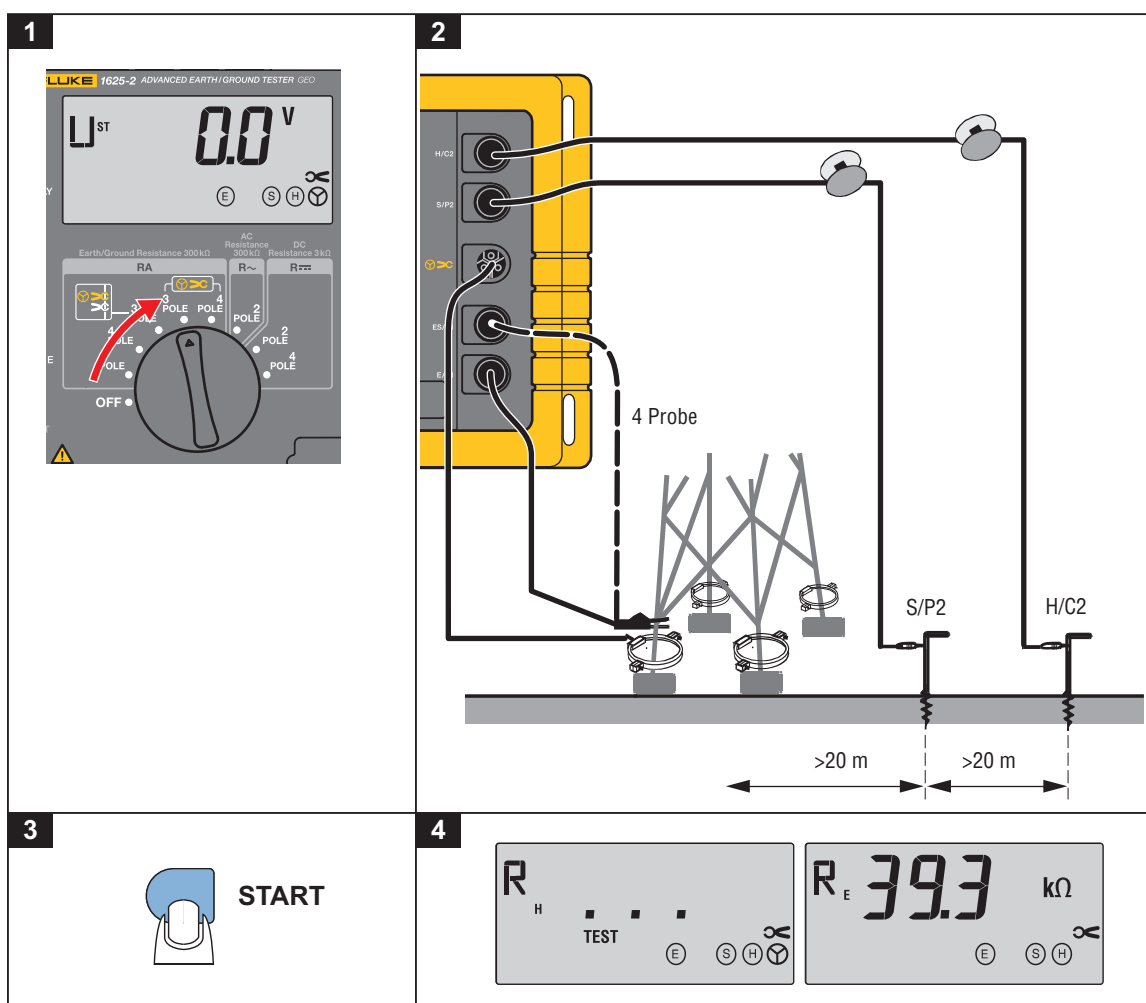

Figura 7. Resistência de aterramento sem desconectar a linha de aterramento aérea
O novo método de medição empregado pelo instrumento, com o transformador de corrente externo para medir a corrente efetiva no eletrodo de aterramento, permite medir resistências do eletrodo de aterramento sem desconectar o sistema de aterramento ou desmontar as linhas aéreas. Veja a figura 7.
1. Gire o comutador rotativo para a posição "➤ R_E 3pole" ou "➤ R_E 4pole". As ligações do instrumento são feitas de acordo com a Figura 7 e as mensagens no visor.